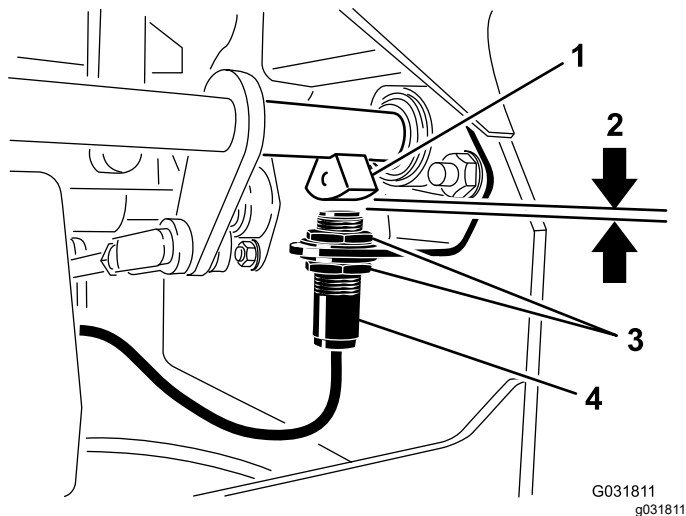

图 45
4. 在支架上上下移动开关直至制动轴传感器与开关柱塞之间的距离达到 4mm 如图 45 所示。